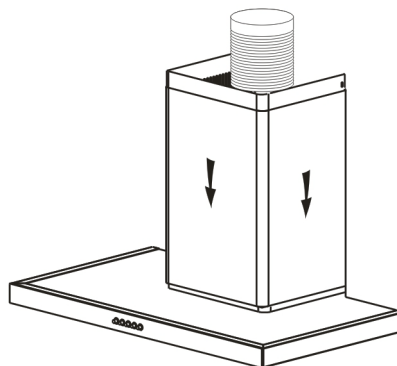

рис. 7
- Установите оба короба воздуховода на купол (рис. 7).